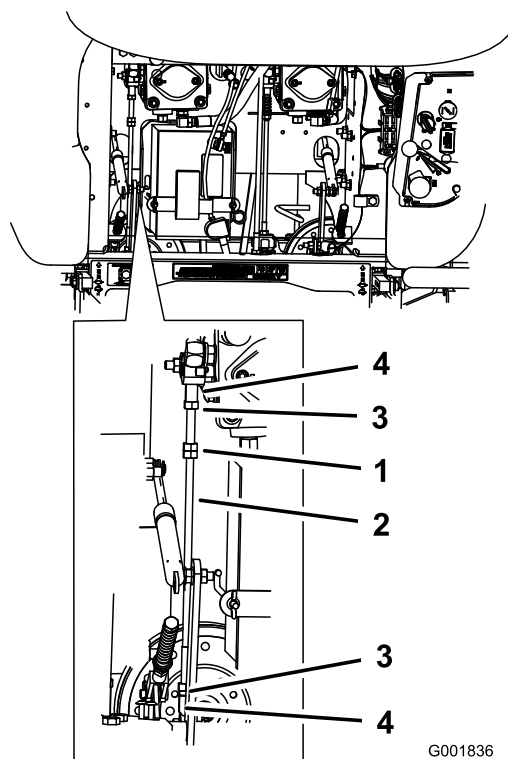

Figura 55
1. Afloje las contratuercas de la articulación esférica de la varilla de control de la bomba (Figura 55).
3. Ajuste la longitud de la varilla de la bomba girando las tuercas dobles de la varilla, en el sentido apropiado, hasta que la rueda quede estacionaria o se mueva muy lentamente en marcha atrás (Figura 55).
6. Apriete las contratuercas de las articulaciones esféricas (Figura 55).